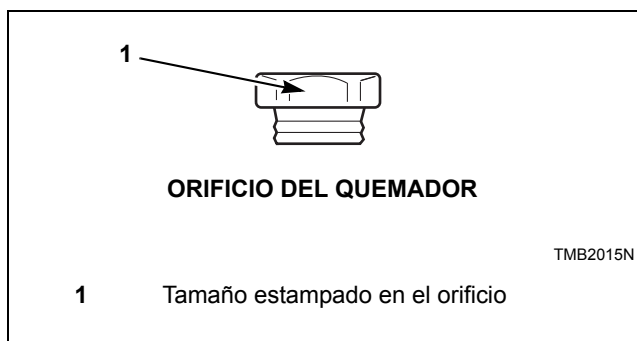

Figura 13
- Instale los orificios del quemador correctos nuevos. Consulte la *Figura 13* y la *Tabla 1*. Apriete cada uno a 9 – 10 Nm.
- Vuelva a instalar el conjunto del portador de mechero en la válvula de gas, asegurándose de que los orificios del quemador estén alineados con la abertura del tubo del quemador. Consulte la *Figura 13*.